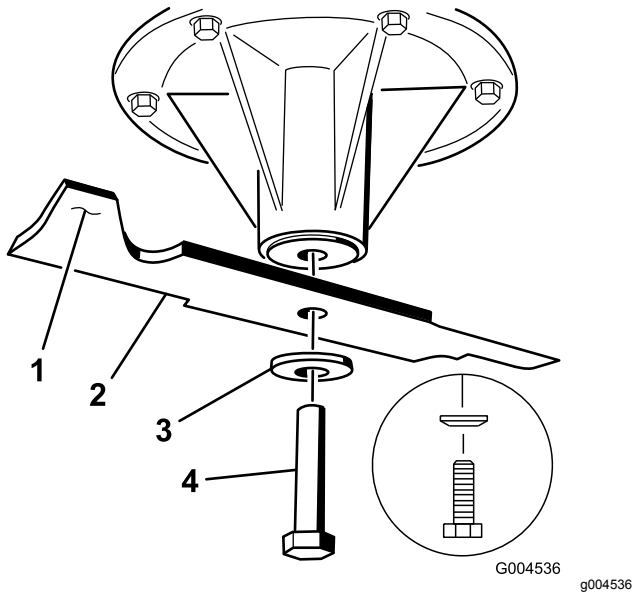

Bild 91
2. Nehmen Sie die linke und mittlere Messerschraube, die Wellenscheibe und das Messer von der Spindelwelle ab (Bild 91).
3. Feilen Sie, wenn das Schnittmesser nicht ausgewuchtet ist, vom Flügelbereich des Messers etwas Metall ab (**Bild 91**).